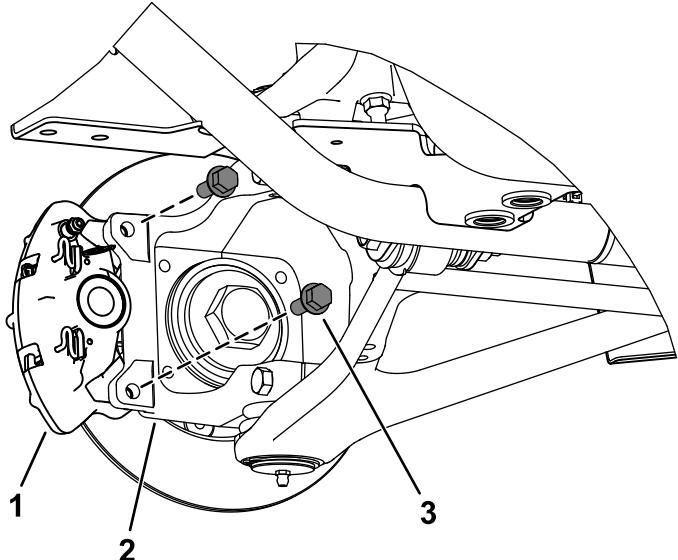

Bild 4
- Entfernen Sie die Bundkopfschrauben ($\frac{3}{8}$ " x 1"), mit denen die Bremsbacke am Spurstangenhebel (Vorderseite der Maschine) und der Achse (Heck der Maschine) befestigt ist, und nehmen Sie die Bremsbacke ab (Bild 4).